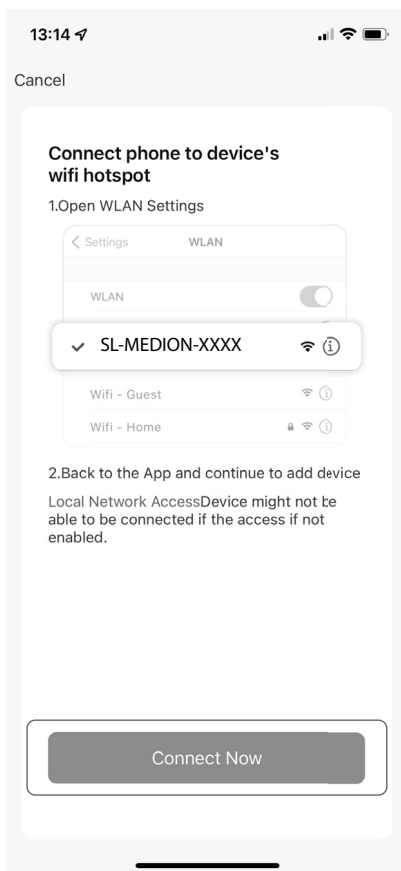

Fig. 6
- ▶ Connectez votre smartphone ou votre tablette au hotspot WLAN du robot aspirateur.robot de nettoyage (**voir fig. 6**).